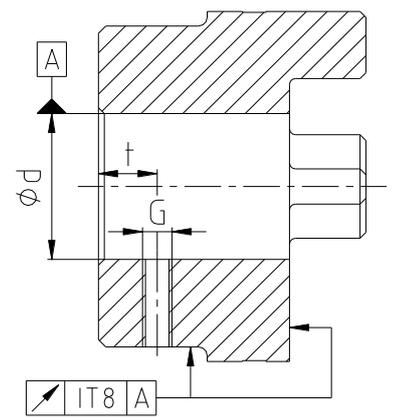

Bild 19: Rund- und Planlaufgenauigkeit
- Bei Herstellung der Nabenbohrung durch den Kunden ist die Rund- bzw. Planlaufgenauigkeit (siehe Bild 19) einzuhalten.